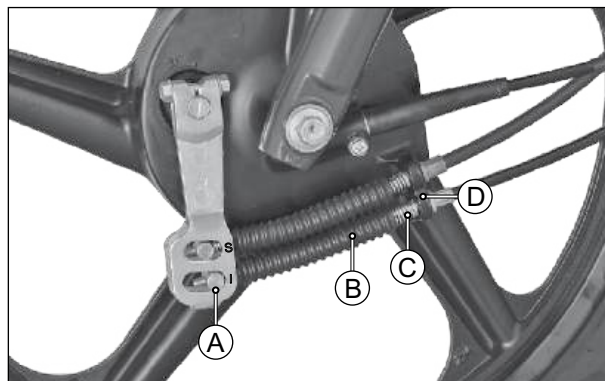

Fig. 6.2
- Remova o pino de ancoragem (A), a proteção de borracha (B) e a mola (C) dos cabos do freio. (Fig. 6.2)
- Remova os cabos do freio do conjunto do espelho do freio (D). (Fig. 6.2)